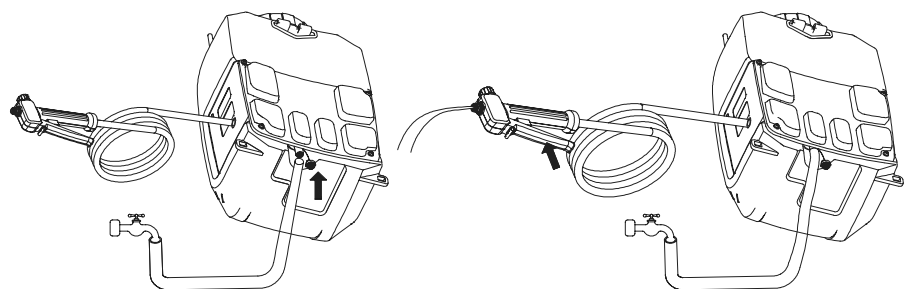

Figura 16
5. Abra lentamente el grifo de agua y presione la palanca al mismo tiempo para permitir que el agua se lleve cualquier residuo adherido a la bomba. Consulte la figura 16.